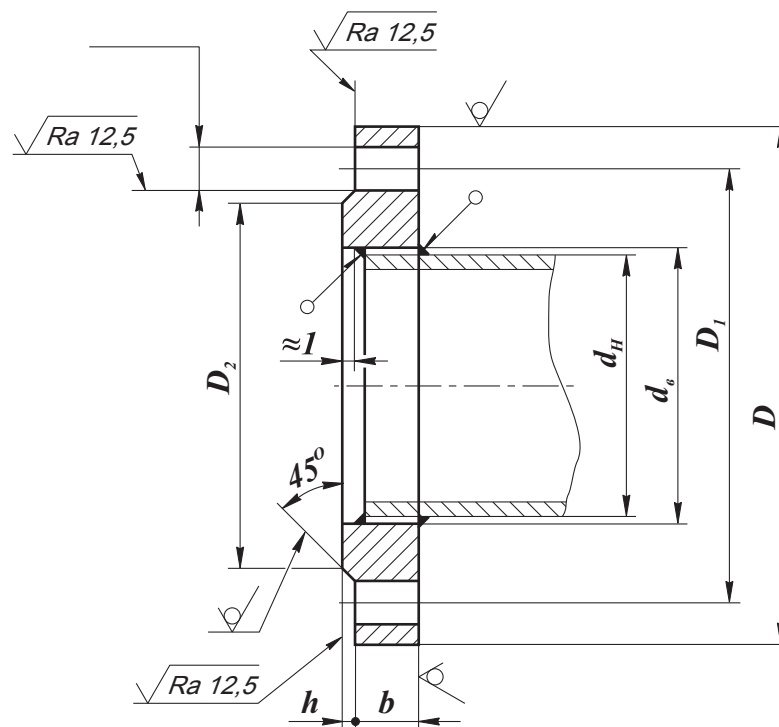

Рис. 11-1. Ответные фланцы по ГОСТ 12820-80
Размеры ответных фланцев с соединительным выступом приведены на рис. 11-1.
8. Для уплотнения резьбы в месте соединения корпуса клапана с трубопроводом рекомендуется применять ленту фторопластовую ФУМ или аналогичный уплотняющий материал. Для уплотнения фланцевого соединения корпуса клапана с трубопроводом рекомендуется применять кольцо уплотнительное по ГОСТ 9833 или прокладку из паронита по ГОСТ 15180. Ответные фланцы - стальные приварные по ГОСТ 12820-80 (Рис. 11-1).